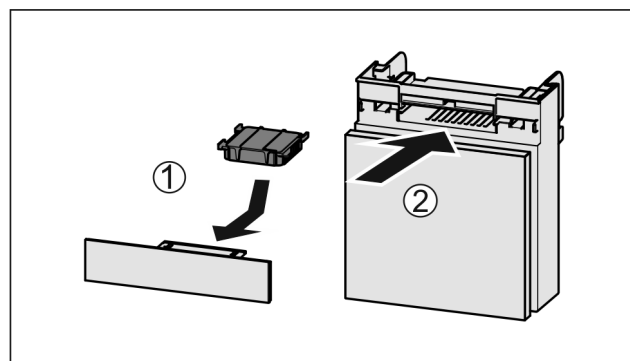

Fig. 154
- ▶ Установите фильтр с активированным углем, как показано на рисунке Fig. 154 (1).
- ▶ Вставьте отделение Fig. 154 (2).